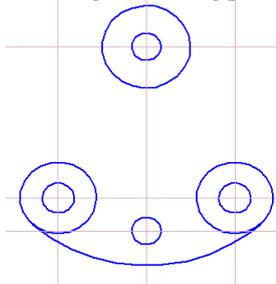

Рисунок 3.11 – Создание скруглений
11. Создайте внутреннее сопряжение. Для этого выберите **Скругление**, укажите радиус 115мм. Щелкните ЛКМ на внешних сторонах окружностей (рисунок 3.11).